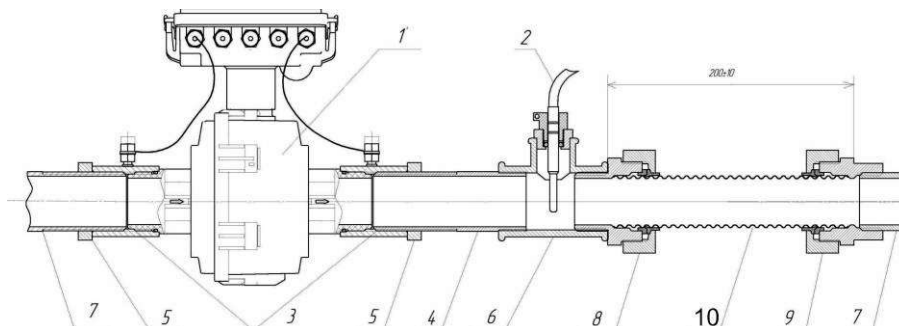

рис. 4.2
- 4.4 Преобразователи расхода «ЭР» ду 20, 32 имеют пластмассовый патрубок с резьбовыми присоединительными концами. Для предотвращения возникновения нагрузок, возникающих вследствие теплового расширения трубопроводов, рекомендуется применять гофрированные трубы, например HydroSta Flexy (рис. 4.2).